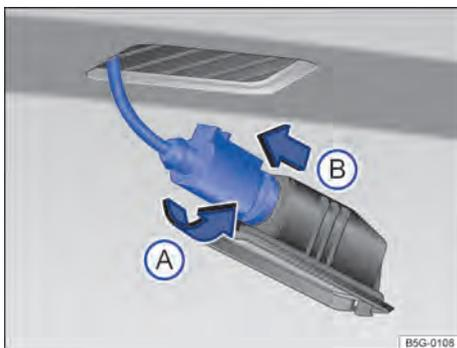

Fig. 166 Lanterna da placa de licença: desinstalar o suporte da lâmpada.
- 3 Girar o soquete da lâmpada no **sentido anti-horário** → Fig. 166 (A) e retirar o suporte junto com a lâmpada (B).
- 7 Posicionar o suporte da lâmpada na lanterna da placa de licença e pressionar no sentido contrário ao da seta (A) até o batente.